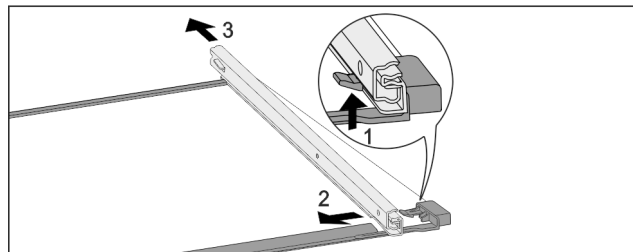

Fig. 263 Ripiano in vetro con guide
- Premere il gancio di fermo anteriore verso l'alto. Fig. 263 (1)
- Far scorrere la guida estraibile di lato Fig. 263 (2) e verso il lato posteriore Fig. 263 (3).